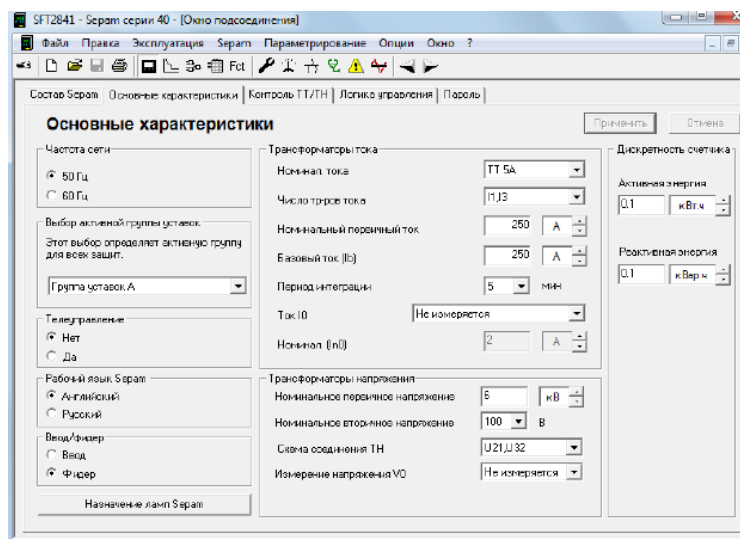

Рисунок 7.3 – Окно «Основные характеристики»
8. Выбрать вкладку «Основные характеристики» (рис. 7.3). Установить в поле «Частота сети» частоту – 50 Гц. В поле «Выбор активной группы» выбрать – «Группа уставок А». «Телеуправление» установить – нет. В поле «Рабочий язык SEPAM» выбрать – «Русский». В поле «Ввод/фидер» выбрать – «фидер».